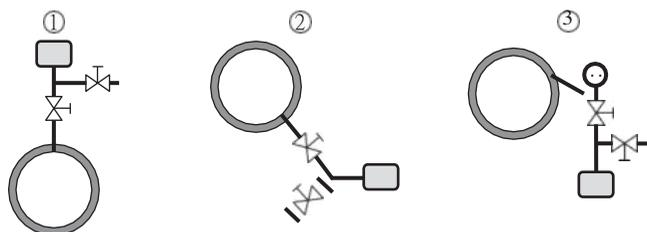

Рисунок 2.11
Положение датчика давления по отношению к проточному элементу может иметь решающее значение. Так как есть тонкие трубы (импульсные линии), соединяющие передатчик с большой трубой (и элементом потока), эти соединения должны быть под контролем. Газовая система не должна содержать жидкости, а жидкая система не должна содержать газа. Поэтому передатчик должен быть размещен ниже трубопровода при измерении жидкости (2) и выше при измерении газа (1) (рис. 2.11). Кроме того, труба не должна иметь изгибов, которые могут задерживать газ/жидкость по пути. Для паровых приборов (3) возникают особые условия, и в зависимости от давления и температуры рекомендуется использовать специальные «емкости для конденсата», чтобы импульсные трубы были заполнены водой.